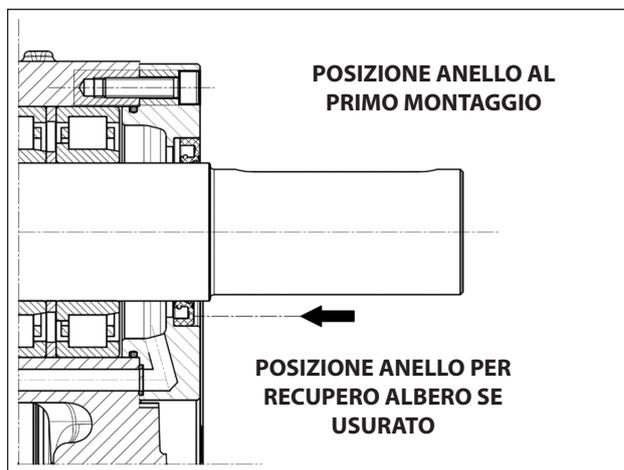

Fig. 64
Prima di procedere con il montaggio dell'anello di tenuta radiale verificare le condizioni del labbro di tenuta. Se si rende necessaria la sostituzione posizionare il nuovo anello come indicato in Fig. 64.
**Qualora l'albero PTO presentasse una usura diametrale in corrispondenza del labbro di tenuta, per evitare l'operazione di rettifica si può posizionare l'anello in seconda battuta come indicato nella Fig. 64.**